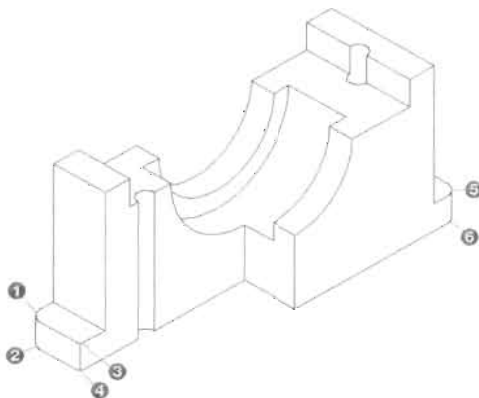

图 11-100
(4) 单击“修改”工具栏上的“圆角”按钮, 绘制过渡圆角, 圆角半径为 1.5mm, 如图 11-100 所示。